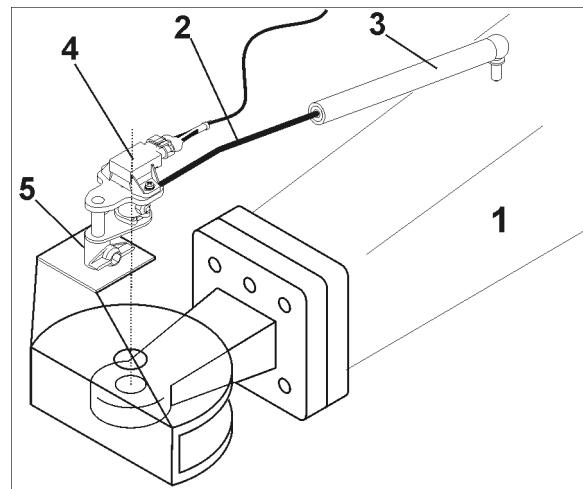

Fig. 42
Sistemul de comandă AutoTrail pentru păstrarea automată a urmei sesizează poziția unghiulară a proțapului (Fig. 42/1) spre direcția de mers a tractorului.
1. Introduceți bara unghiulară (Fig. 42/2) în bucșă de material plastic (Fig. 42/3).
2. Introduceți traductorul pentru unghiul de rotație (Fig. 42/4) în dispozitivul de preluare (Fig. 42/5).